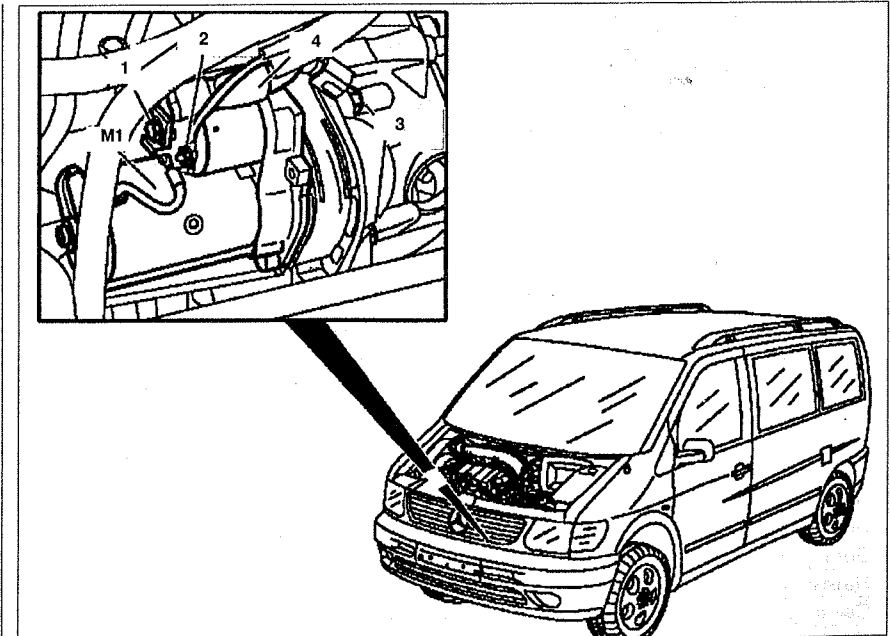

Рис. 5.72. Стартер: 1, 2. Гайка, 3. Болт, 4. Провод, M1. Стартер.
2. Открутите гайку 1 крепления провода 4 к стартеру M1 (см.рис.5.72).